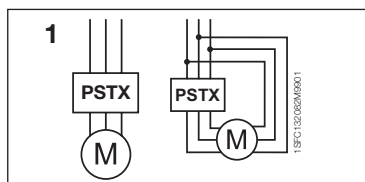

Bild 1: In Line, Inside Delta
2. Anslut till huvudkretsen: plintarna 1L1 - 3L2 - 5L3 till linjesidan och plintarna 2T1 - 4T2 - 6T3 till motorsidan. Använd kabelanslutning för PSTX30...105, se bild 1 i grafikavsnitt 7, och plintanslutning för PSTX142...1250, se bild 2 i grafikavsnitt 7. PSTX-mjukstartare kan anslutas både "In Line" och "Inside Delta", se bild 1.